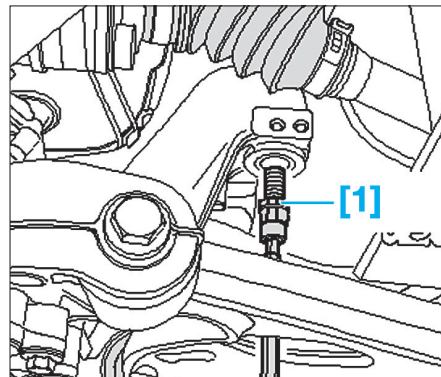

Fig. 17
- Remplacer également des deux côtés, les vis de fixation supérieures du berceau (3) par l'outil [1] (Fig.17).